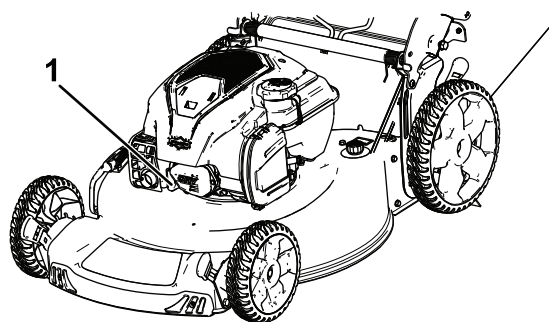

Figura 26
- Desconecte el cable de la bujía (Figura 26).